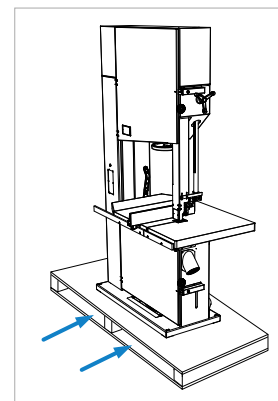

Abbildung 7: Transport
- Mit einem Hubwagen zwischen die Palette fahren (siehe ⇒ Abbildung 7), Maschine nur wenige Zentimeter anheben und zum Aufstellort fahren.